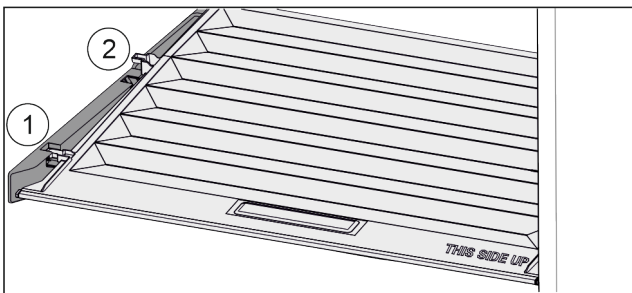

Fig. 94
- ▶ Deksel tot de opening in de vasthouddelen naar voren trekken Fig. 94 (1).
- ▶ Aan de achterkant vanaf de onderkant omhoog tillen en vanaf de bovenkant verwijderen Fig. 94 (2).